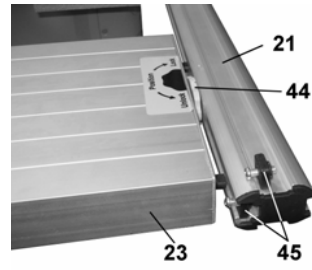

Рис. 14
8.4.5. В пазы направляющих (21 и 24) установите с левой и правой стороны и закрепите ограничители (45), Рис.14. В зависимости от предстоящей операции, ограничители (45) можно устанавливать по всей длине направляющих (21 и 24), тем самым ограничивая ход перемещения удлинителя стола (23).